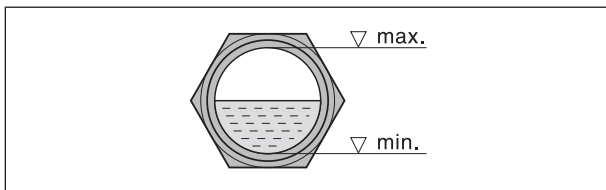

Fig. 6 Nivel de aceite
- b) Tras una eventual corrección del sentido de giro, poner el motor de nuevo en marcha y apagarlo después de 2 minutos para reponer aceite hasta el borde superior de la mirilla (Fig. 6/I). Ir reponiendo aceite por la boca de llenado (Fig. 2/H) hasta que todas las tuberías de aceite estén completamente llenas.